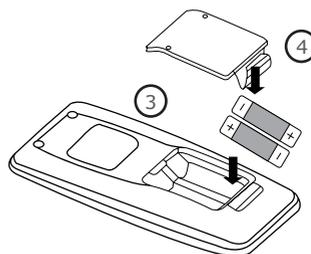

Fig.2
3. Coloque dos pilas de 7# (AAA 1,5V) y asegúrese de que la posición de " + " polo y " - " polo es correcta (como se muestra en la Fig 2 ③).
4. Vuelva a instalar la cubierta (como se muestra en la Fig 2 ④).